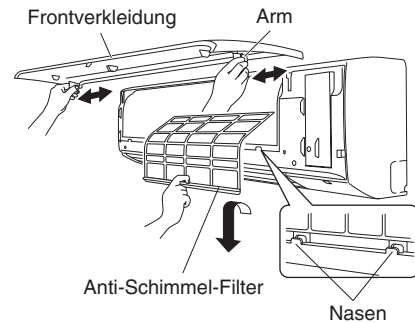

Abb. 3-12
- (1) Die Frontverkleidung öffnen, bis sie annähernd waagrecht ist, die Frontverkleidung an beiden Seiten nahe den Frontverkleidungsarmen fassen und zum Abnehmen die Arme nach außen drücken und dabei die Verkleidung zu sich ziehen. Wenn die Frontverkleidung sich nicht abnehmen lässt, die Verkleidung an beiden Enden fassen und ein wenig anheben. Die Verkleidung zum Lösen des linken Arms nach links drücken und zum Lösen des rechten Arms nach rechts. (Abb. 3-12)
- (2) Den Anti-Schimmel-Filter ein wenig anheben, um ihn von den Nasen an der Einheit zu lösen, und dann nach unten ziehen, um ihn von der Einheit zu entfernen. (Abb. 3-12)